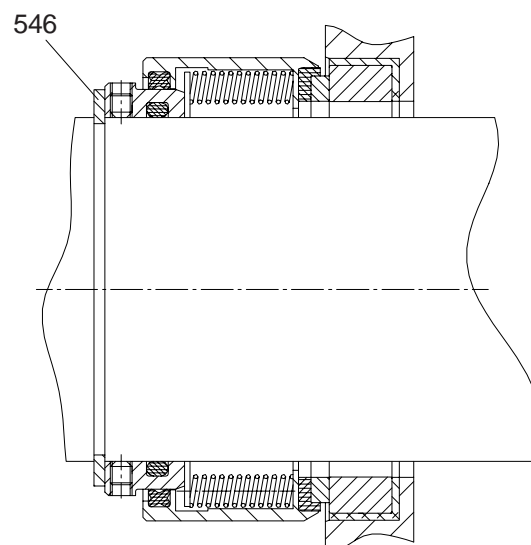

Fig. 11
c) **Asafdichting met roestvaststalen huls - type "X"** (fig. 11)